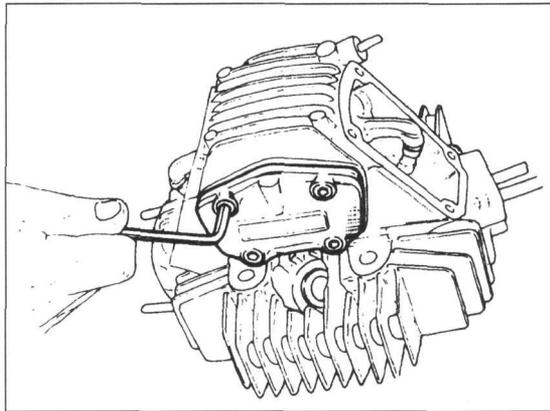

Bild 142
• Befestigungsschrauben des Nockenwellenlagerschildes ausdrehen, (Bild 142) und das Lagerschild abnehmen.